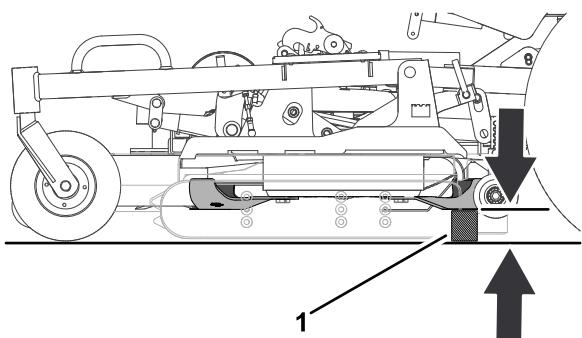

Рисунок 127
5. Измерьте расстояние от земли до крайней точки задней лопасти ножа с помощью мерной плитки (Рисунок 127).